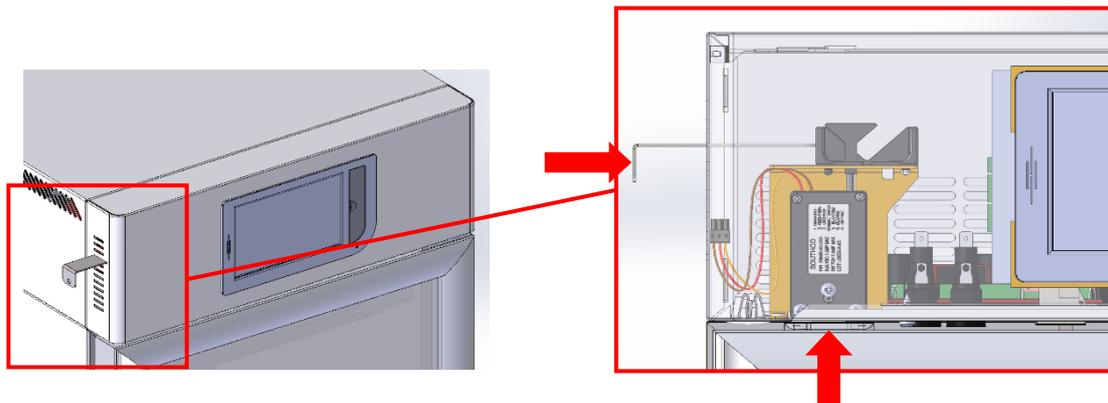

Fig. 27 – posizione e inserimento chiave modelli 1 temperatura
- ii. **Per modelli 1 temperatura:** Inserire la chiave nella fessura dedicata posta a lato del frontalino in corrispondenza della serratura e mantenere premuta la chiave sulla leva di sblocco mentre si procede con l'apertura della porta (rilasciando il meccanismo la porta verrà nuovamente bloccata)(fig.27)